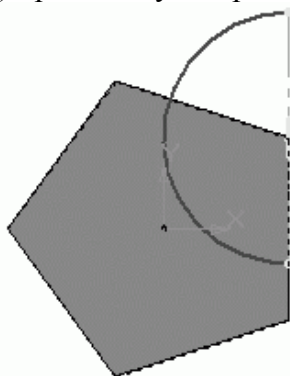

Рис. 3.14. Эскиз для будущей операции вращения
5. Выделите верхнюю грань призмы в окне представления документа (то есть щелкнув на самой грани в модели). Грани должны подсветиться зеленым цветом. Опять нажмите кнопку для создания эскиза. Переключитесь на панель инструментов **Геометрия** и с помощью команды **Дуга** постройте дугу с центром в одной из вершин основания пятиугольника и радиусом 20 мм. Поскольку этот эскиз предполагается использовать в операции вращения, обязательно создайте осевую линию (команда **Отрезок**, стиль линии **Осевая**) проходящую через конечные точки дуги (рис. 3.14).